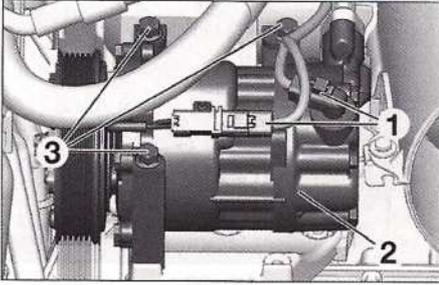

FIG. 40
- Sacar los conectores (1) (Fig.40).